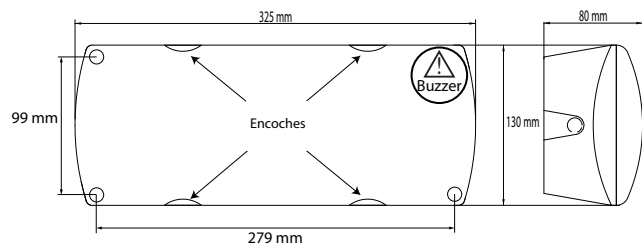

Figure 1. Schéma du panneau lumineux
- Pour retirer le diffuseur transparent, faire levier à partir des quatre encoches indiquées sur la figure. Voir Figure 1, Rubrique Caractéristiques mécaniques.
- Contre-percer les trois emplacements de fixation prévus sur le fond du bloc. Voir Figure 1.